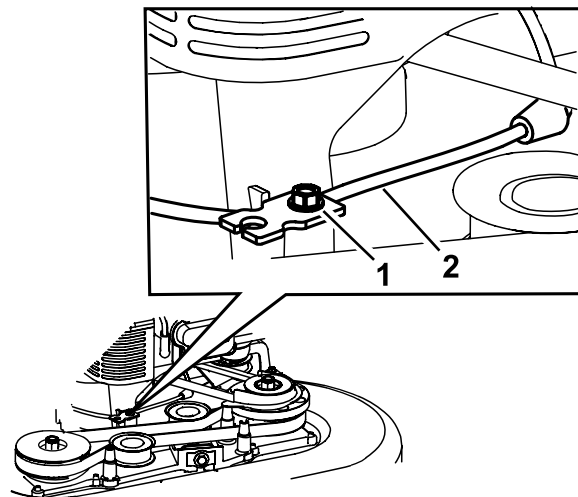

Bild 42
5. Lösen Sie die Schraube an der Seilzugklemme (**Bild 42**).